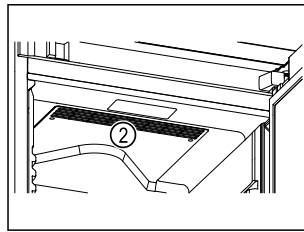

Fig. 65
- ☐ Odstąpić szczeliny wentylacyjne Fig. 65 (2) dmuchawy wewnątrz urządzenia.